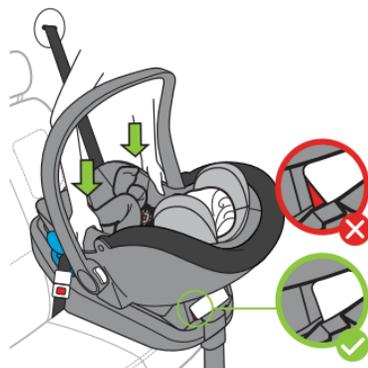

Figure 68
- Abaissez le porte-bébé sur la base et appuyez de chaque côté du porte-bébé pour le connecter à la base, comme indiqué dans la **Figure 68**. La zone rouge sur le côté de la poignée de déverrouillage disparaîtra complètement lorsque le porte-bébé est correctement fixé. Si la zone rouge est visible, le porte-bébé n'est PAS correctement sécurisé.